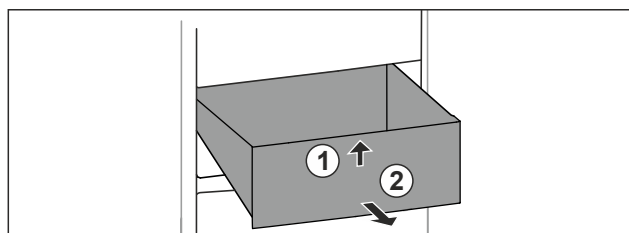

Fig. 26
- ▶ Sollevare il cassetto dal davanti. Fig. 26 (1)
- ▶ Rimuovere il cassetto tirandolo in avanti. Fig. 26 (2)